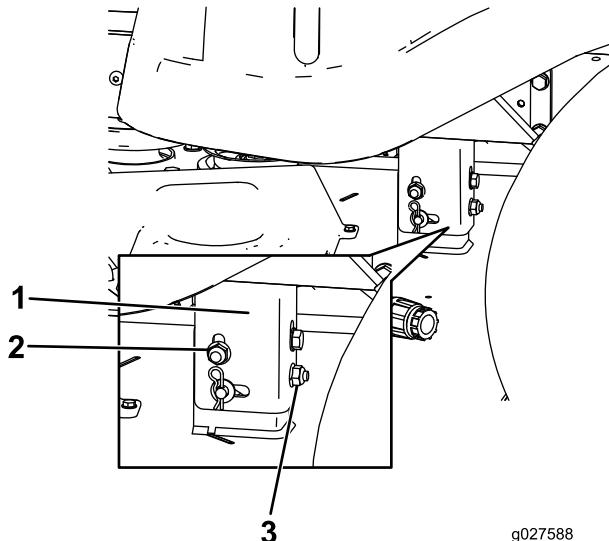

Figura 55
- Eleve o baje el lado izquierdo de la carcasa de corte girando la tuerca trasera (Figura 55).